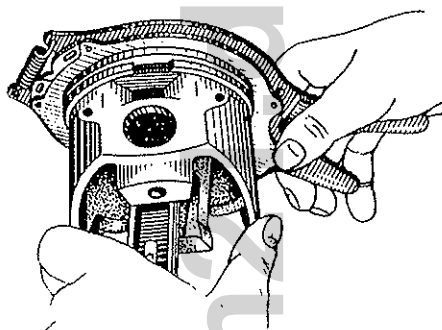

Bild 60 Abziehen der Kolbenringe vom Kolben
- mit einer Abziehvorrichtung die Kolbenringe entsprechend Darstellung in Bild 60 von den Kolben ziehen;